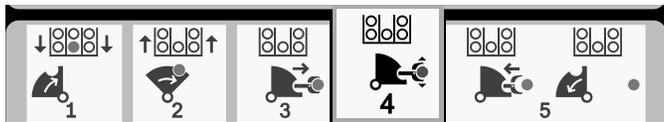

Figura 35
- Suelte el botón para continuar con el paso siguiente de la secuencia (Figura 35).